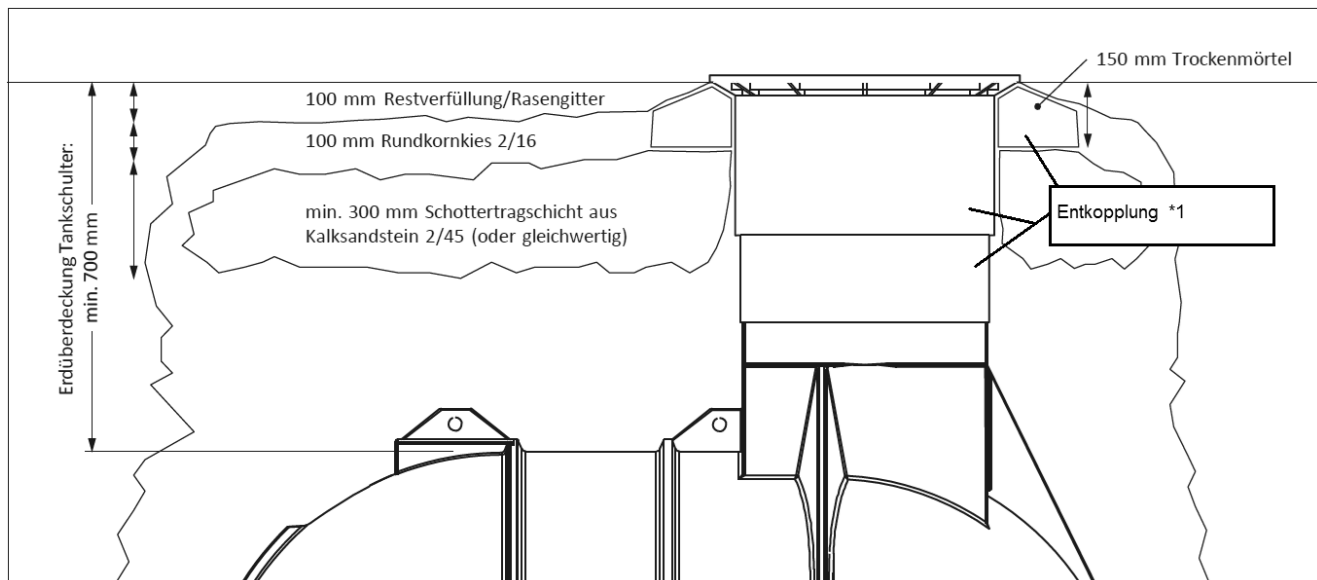

Abbildung 5: Bauseitige Herstellung eines befahrbaren Überbaus mit Teleskopdom
Der Erdtank ist für Verkehrsflächen der Klasse A nach EN 124 vorgesehen (Radfahrer, Fußgänger) und unter Einhaltung spezieller Einbaumaßnahmen PKW-befahrbar: **PKW-befahrbarer Teleskopdom (95.0050.0072)**, belastbar mit 15kN (niedrige Geschwindigkeit überfahrbar, Mindesterdüberdeckung der Tankschulter (Hü) = 700 mm ==> siehe Abbildung 5).
- Ergänzend zur Schottertragschicht wird **unterhalb des Rahmens des Teleskopdoms** eine ca. 150 mm hohe Unterfütterung aus Trockenmörtel (Fertigmischung aus dem Baumarkt) aufgebracht. Diese Schicht muss umlaufend min. 200 mm breit sein und ist direkt am Teleskopdom auszuführen. **Entkopplung *1 Abbildung 5**